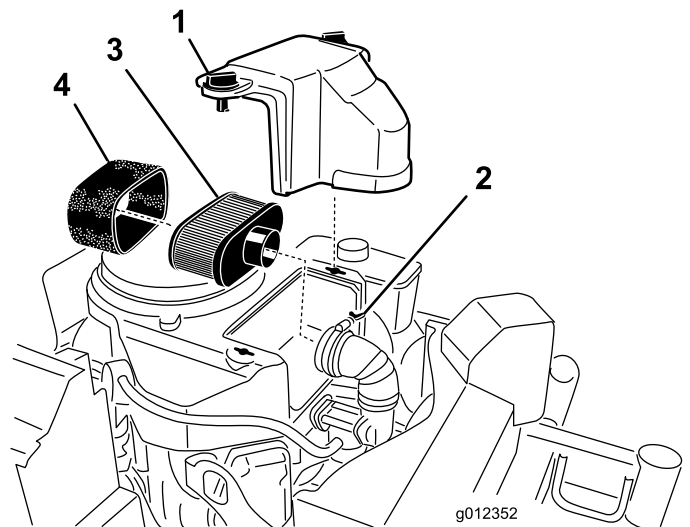

Bild 43
3. Reinigen Sie den Bereich um den Luftfilter herum, um zu verhindern, dass Schmutz in den Motor fällt und Schäden verursacht (Bild 43).
4. Schrauben Sie die Handräder los und entfernen Sie die Luftfilterabdeckung (Bild 43).
5. Schrauben Sie die Schlauchklemme los und entfernen Sie die Luftfilterabdeckung (Bild 43).
6. Ziehen Sie den Schaumeinsatz vorsichtig vom Papiereinsatz (Bild 43).